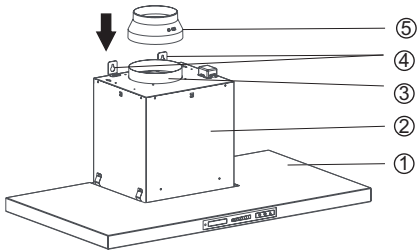

Abb. 3: Abluftstutzen-Teile
- Montagewinkel  $\textcircled{4}$  von oben, links und rechts an der Motorbox mit den M5-Schrauben anschrauben ( $\rightleftarrows$  Abb. 3).
- Zum horizontalen Ausrichten Schrauben der Montagewinkel  $\textcircled{4}$  ( $\rightleftarrows$  Abb. 3) einzeln leicht lösen, bis die Dunstabzugshaube in der Waagerechten hängt.